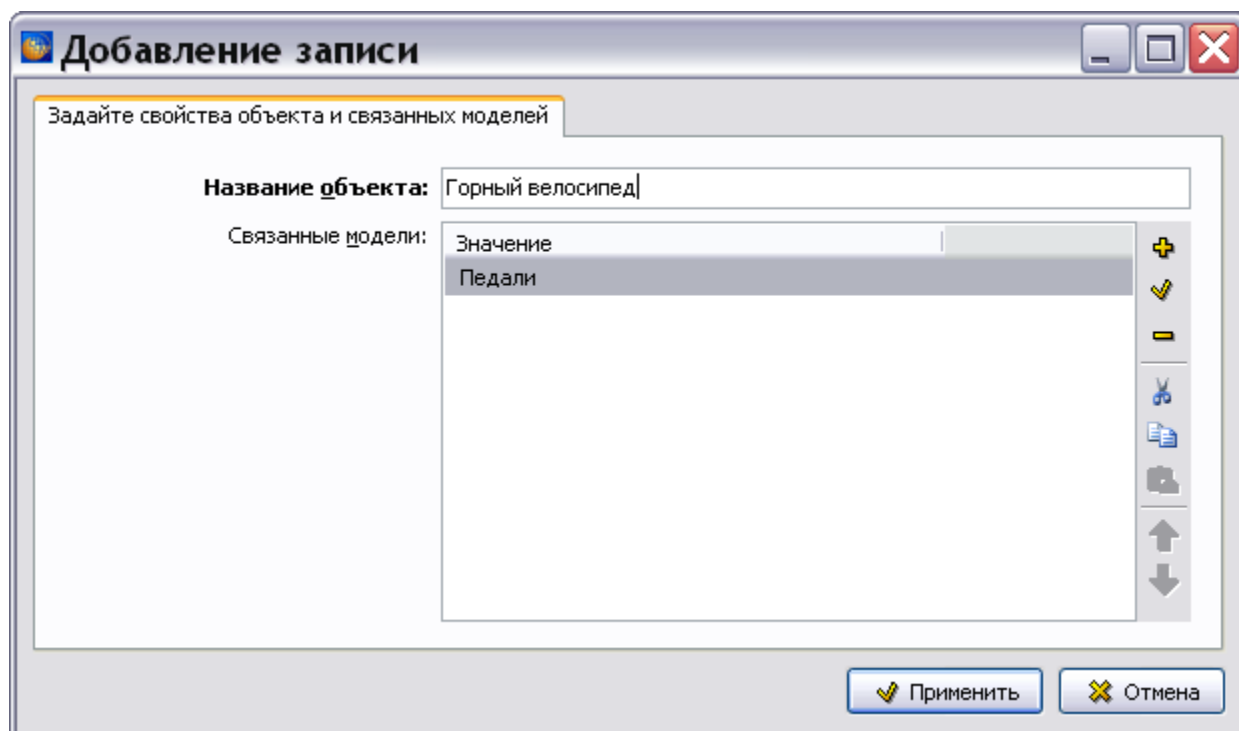

Рис. 17.13
14. Нажмите на кнопку **Применить**. После этого произойдет возврат в окно **Добавление записи** для свойств объекта и связанных моделей (Рис. 17.13).